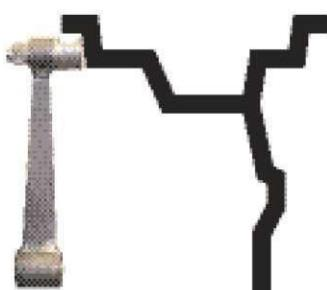

Рис. 10.1
10.2. Данная модель СБ снабжена устройством, позволяющим автоматически вводить диаметр « d » колеса и дистанцию « A ». Для этого необходимо, взяв за рукоятку, вытянуть из корпуса СБ штангу ввода параметров, подвести палец на конце рукоятки к месту установки корректирующих грузов на внутренней стороне диска (см. рис. 10.1) и удерживать штангу в этом положении до появления звукового сигнала, после чего возвратить штангу в исходное положение. При этом экран основного рабочего режима сменится на экран ввода геометрических параметров колеса рис10.2.
Примечание: На маркировке диска указывается диаметр по посадке резины. А с помощью выдвижной штанги вводится диаметр места установки груза, например, на рис. 10.1 вводится диаметр места установки груза на пружинке, который больше диаметра по посадке резины примерно на 1 дюйм. Поэтому ди-